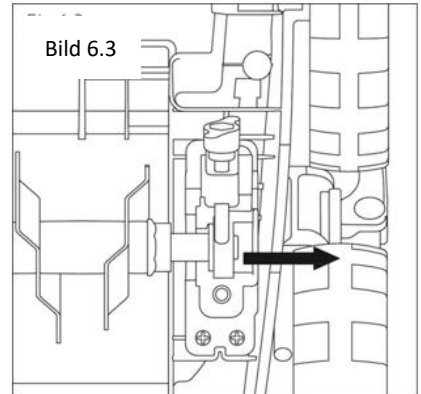

Bild 6.4
138. Användning av markberedningsvals (Fig. 6.4)
- Dra det ursprungliga knivsystemet uppåt för att lossa det från maskinhuset (Fig. 6.4).